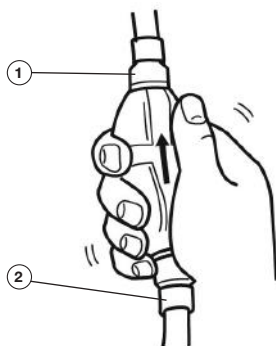

Рис. 33 Топливный насос
3. Нажимайте на топливный насос до тех пор, пока не почувствуете, что он заполнился (Рис. 33).